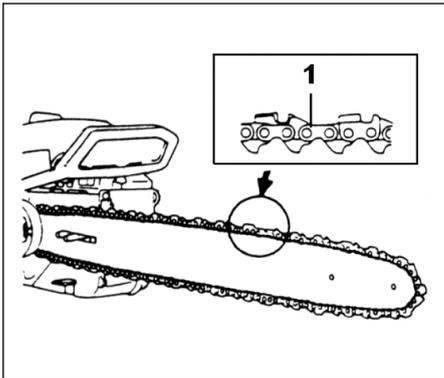

Рис.1-3
4. Проверить, чтобы направление пильной цепи (1) было правильным, как показано на рисунке и выровнять цепь на звёздочке. (Рис. 1-3)